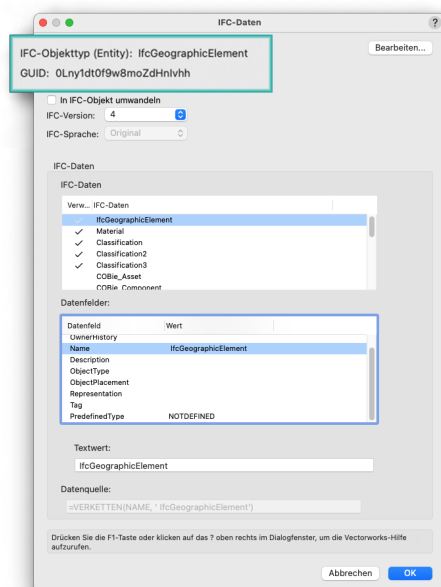

Abb. 19A
1. IFC-Objektyp (IFC-Tag) \(ABB. 19A\)
2. GUID (Global Unique Identifier) \(ABB. 19A\)